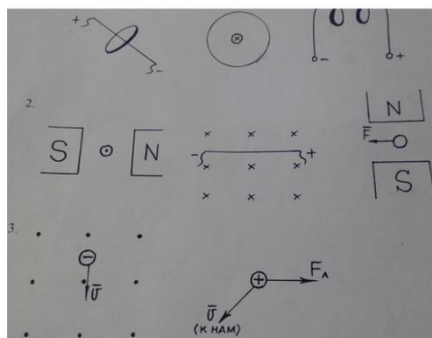

Рис.2
6. Определив направления тока по мотку, выберите рисунок (рис.2) и напишите, как взаимодействует моток с магнитом.